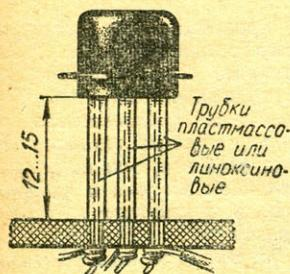

Рис. 8. Способ изоляции электродов транзистора.
1. Облудите выводы резисторов, конденсаторов и транзисторов. Произведите формовку выводов резисторов и конденсаторов в соответствии с рисунком 7а, б. На выводах транзисторов наденьте изоляционные трубки (рис. 8).